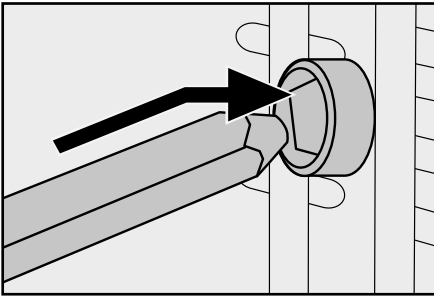

Fig. 1 : Glissez le tournebroche **16** dans l'entraînement **1**.
- Glissez d'abord l'extrémité du tournebroche **16** sans rainure dans l'entraînement **1** (fig. 1) :